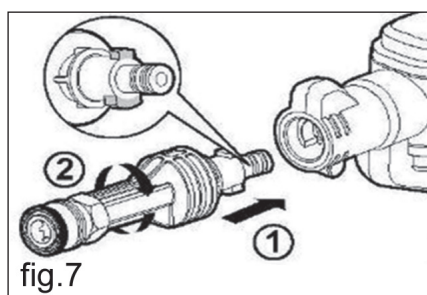

fig.7
2. Appuyez sur la petite baguette (le mandrin en laiton doit être à l'autre extrémité) l'unité de lavage sous pression (fig.7, 1) et tourner dans le sens des aiguilles d'une montre jusqu'à ce qu'elle soit bien en place (fig 7, 2).